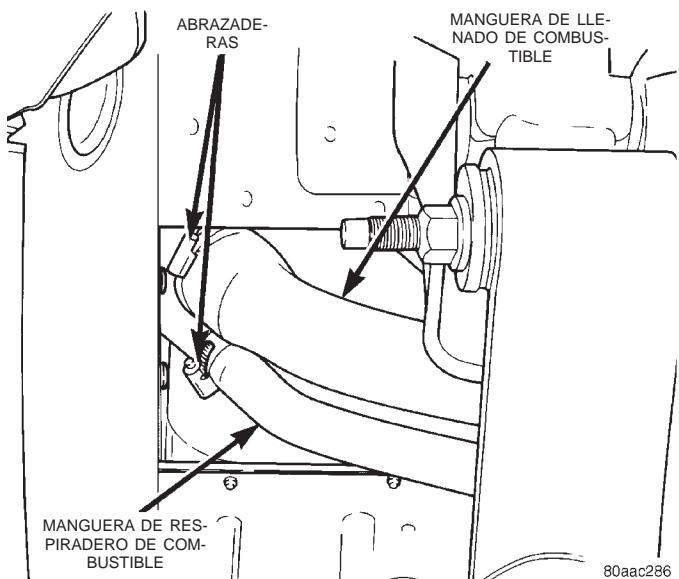

Fig. 34 Mangueras de llenado y respiradero
(6) Retire las abrazaderas de la manguera de respiradero y la manguera de llenado del depósito de combustible del tubo de llenado del depósito de combustible (Fig. 34). Retire ambas mangueras del tubo de llenado de combustible (Fig. 34).
(7) Retire los pernos de instalación del protector del tubo de escape y retire el protector.